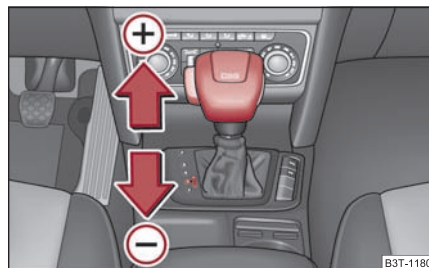

Fig. 148 Sélecteur: Enclenchement manuel
- Poussez le sélecteur (en position Tiptronic) vers l'avant ⇒ page 136, fig. 148 (+).